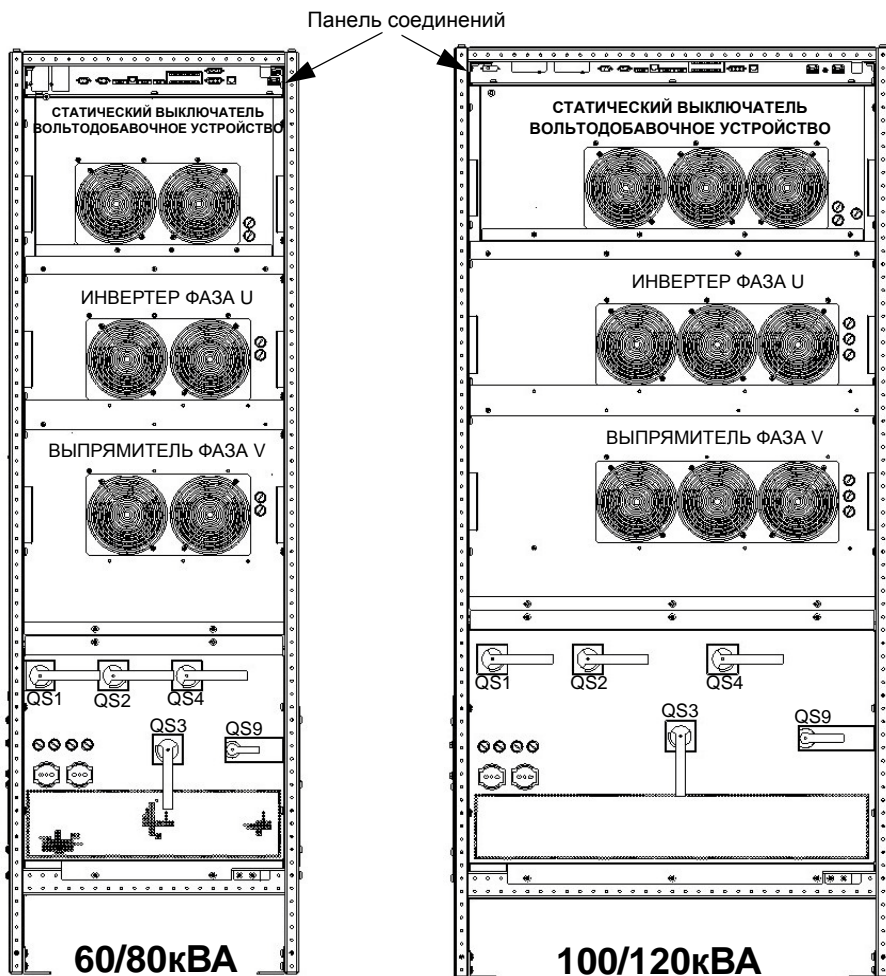
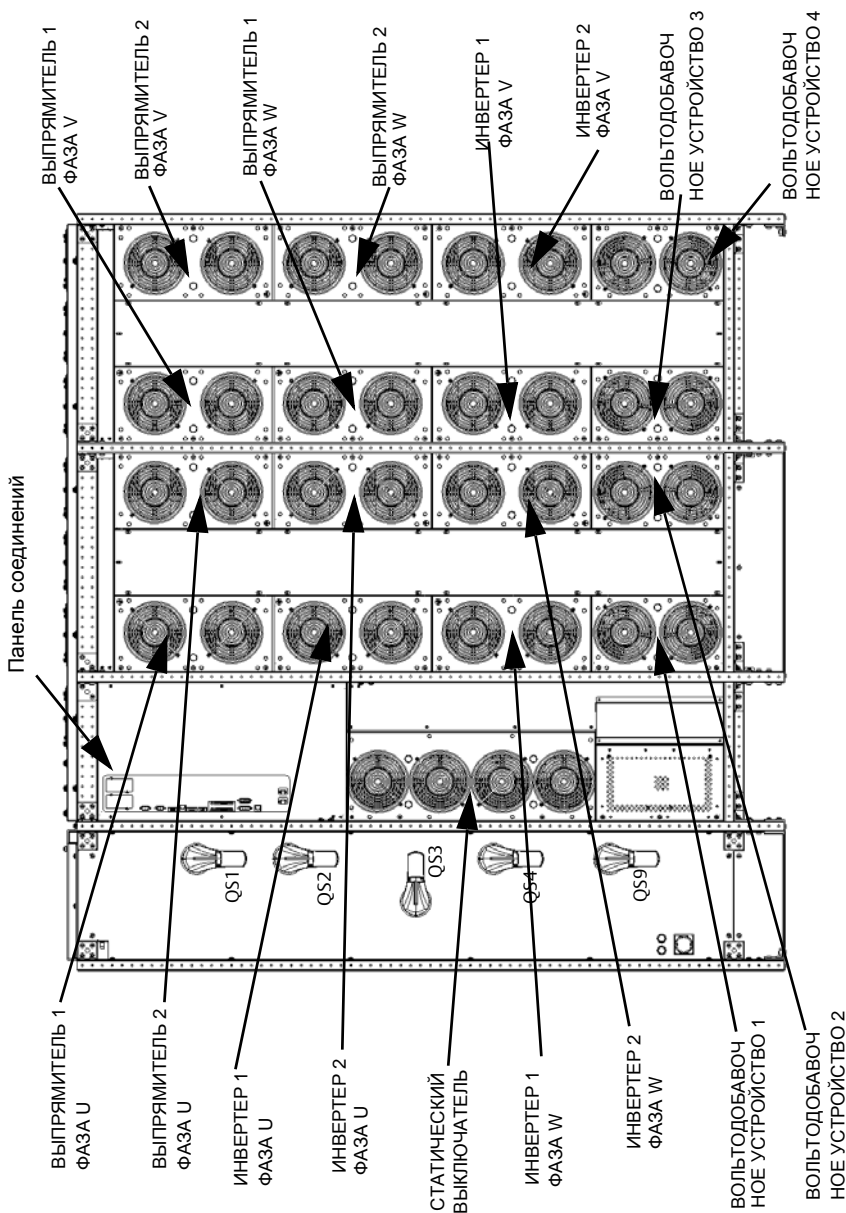

Рис. 16 - Liebert 80-NET 60/80/100/120 кВ-А: вид спереди
Рис. 19 - Liebert 80-NET 500 kW-A: вид спереди
Для доступа к внешним электросоединениям необходимо открыть переднюю дверцу ИБП и снять вторую панель (см. Рис. 16 - Рис. 19). Первым соединяют заземляющий кабель (PE) с .